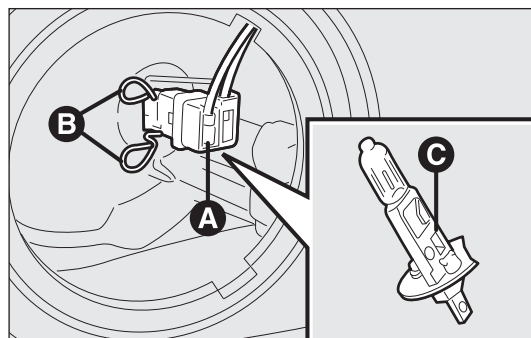

fig. 182
- Koppla ur det elektriska kontaktdonet A-fig. 182.